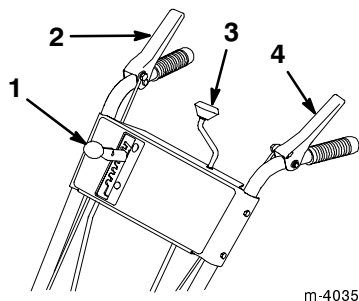

Figure 19
9. Actionnez la commande d'orientation de l'éjecteur (Fig. 19) Si elle est trop dure, appliquez une fine couche de graisse sur la vis sans fin et déplacez légèrement cette dernière vers l'extérieur.
- **Commande de tarière/roue hélice** (Fig. 19)—Pour embrayer la tarière et la roue hélice, serrez la manette contre la poignée de droite du mancheron de droite. Pour les débrayer, lâchez la manette.
- **Levier de changement de vitesse** (Fig. 19)—Cette commande offre cinq vitesses : deux vitesses de marche arrière et trois vitesses de marche avant. Pour changer de vitesse, placez le levier dans la position souhaitée. Le levier s'engage dans un cran pour chaque vitesse choisie. Le changement de vitesse peut être dur lorsque la machine doit fournir de gros efforts.
- **Commande d'orientation de l'éjecteur** (Fig. 19)—Tournez la commande d'orientation dans le sens des aiguilles d'une montre pour déplacer l'éjecteur vers la droite, ou en sens contraire pour le déplacer vers la gauche.
- **Commande de traction** (Fig. 19)—Pour embrayer la traction (entraînement des roues), serrez la manette contre la poignée du mancheron de gauche. Pour arrêter la traction, lâchez la manette.
2. Vérifiez si la manette de commande de tarière/roue à hélice et la manette de commande de traction sont bien débrayées (Fig. 19).
10. Sélectionnez la première (Fig. 19), serrez la manette de commande de traction contre la poignée, puis relâchez-la. Si la déneigeuse se met à avancer avant que vous ayez engagé la manette de commande ou après que vous l'ayez relâchée, reportez-vous à la rubrique *Réglage de l'entraînement de traction*, page 24.
4. Relâchez les manettes de commande de traction et de tarière/roue hélice (Fig. 19).